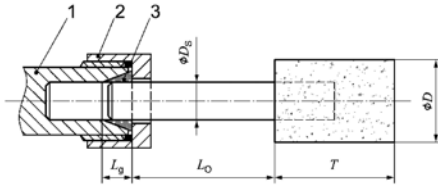

Рис. 1: Длина зажима зажимного патрона и цапгового зажима
- Обратите внимание, что при использовании малых шлифовальных кругов в связи с увеличением длины стержня между концом зажима и кругом необходимо снижать допустимую скорость вращения (вылет). Соблюдайте минимальную длину зажима 10 мм. (См. рис. 1 и рекомендации производителя малых шлифовальных кругов.)